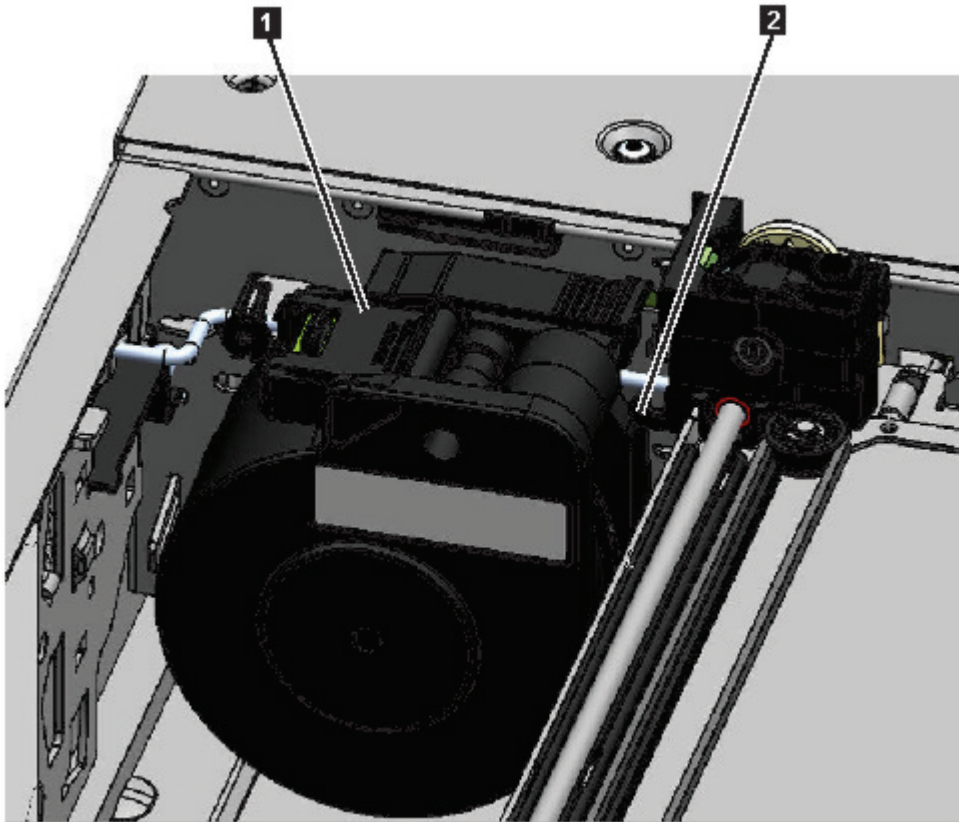

図 74. 停止位置にあるスプリング・ケーブル
注: スプリング・ケーブル・ピボットの端部がアクセサリのどこにあるかに注意します。これを把握しておくことは、新しいスプリング・ケーブルをアクセサリに接続する際に重要です。154 ページの図 74 の **2** を参照してください。
9. Spring・コネクター（154 ページの図 74 の **1**）を停止位置に配置します。